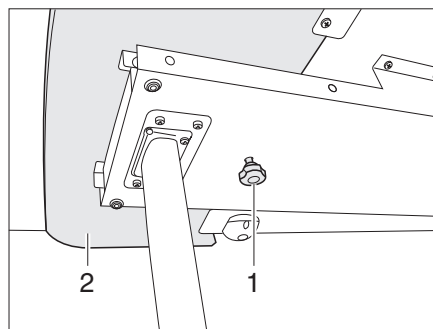
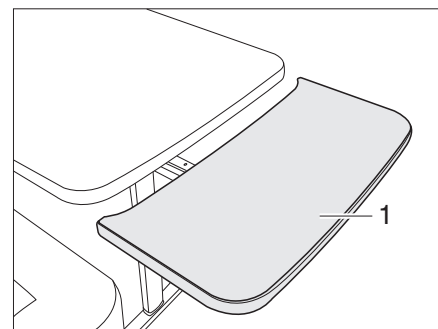

Fig. 81 Bloqueo de la prolongación del tablero de mesa
Fig. 82 Prolongación del tablero de mesa
- Aflojar el tornillo moleteado (Fig. 81,1).
- Extraer la prolongación del tablero de mesa (Fig. 81,2) hasta el tope (Fig. 82).
- Girar la prolongación del tablero de mesa (Fig. 82,1) hacia arriba formando un arco. La prolongación del tablero de mesa tiene contacto a ras con el tablero de la mesa.
- Retirar la prolongación del tablero de mesa (Fig. 82,1) del tablero de la mesa hasta el tope y presionarla hacia abajo venciendo la resistencia de los resortes de retención. La prolongación del tablero de mesa se desplazará hacia abajo formando un arco (Fig. 82).
- Apretar el tornillo moleteado (Fig. 81,1).